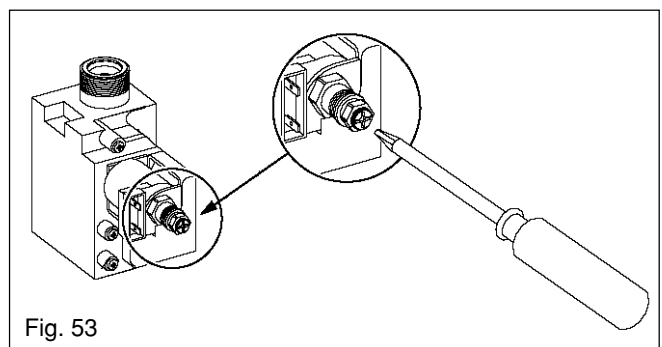

Fig. 53
7.3.2 SETTING THE MINIMUM BURNER PRESSURE (see fig. 53)